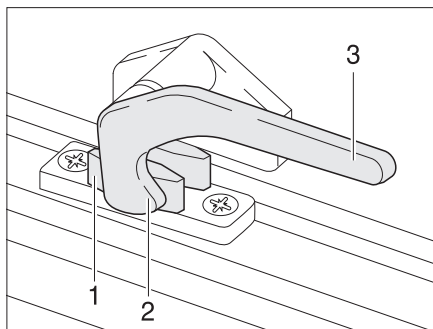

Fig. 13 Leva di serraggio in posizione "Chiuso"
- Ruotare la leva di serraggio (Fig. 13,3) di un quarto di giro verso il centro della finestra.
- Ruotare la leva di serraggio (Fig. 13,3) di un quarto di giro verso il telaio della finestra. Il nasello di chiusura (Fig. 13,2) si trova sul lato interno della chiusura della finestra (Fig. 13,1).
- in posizione "Completamente chiusa" (Fig. 13).